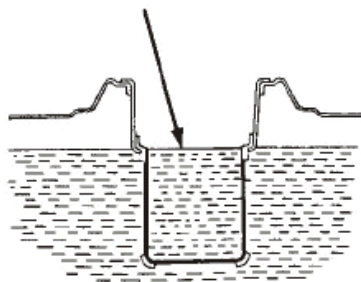

Fig.9
- (1) Откройте крышку бензобака (см. рис. 9)
- (2) Проверьте уровень топлива. Заправьте, при необходимости.
- (3) Топливо заправляется до метки на фильтрующей сетке.
- (4) Затяните крышку бензобака.